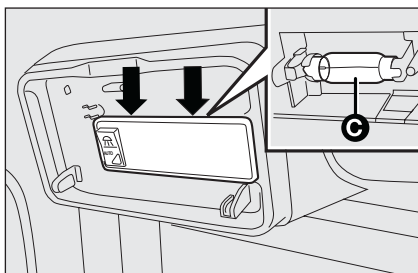

fig. 44
- remplacer l'ampoule **F-fig. 44** en la dégageant des contacts latéraux et en s'assurant que la nouvelle ampoule soit correctement bloquée entre les contacts mêmes;